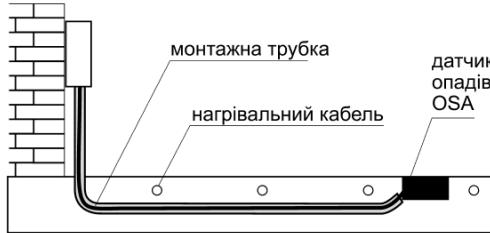

Рисунок 2. Монтажу датчика вологої OSA при підігріві ґрунту
- розташувати датчик в бетонній основі, на одному рівні з обігрівальною поверхнею (рис. 2). Основа під місцем установки датчика має бути тверда. Це необхідно для того, щоб датчик не продавлювався в ґрунт при великому навантаженні зверху;